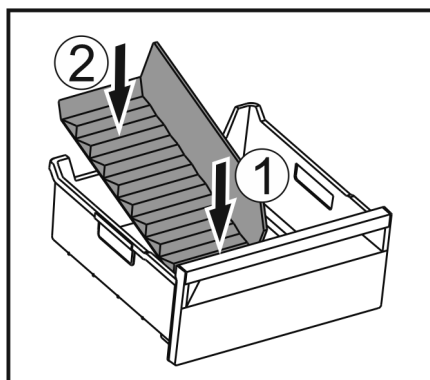

Fig. 233
- ▶ Vložte přední část přepážky přihrádky na led. Fig. 233 (1)
- ▶ Zadní část přepážky přihrádky na led spusťte až na dno zásuvky. Fig. 233 (2)